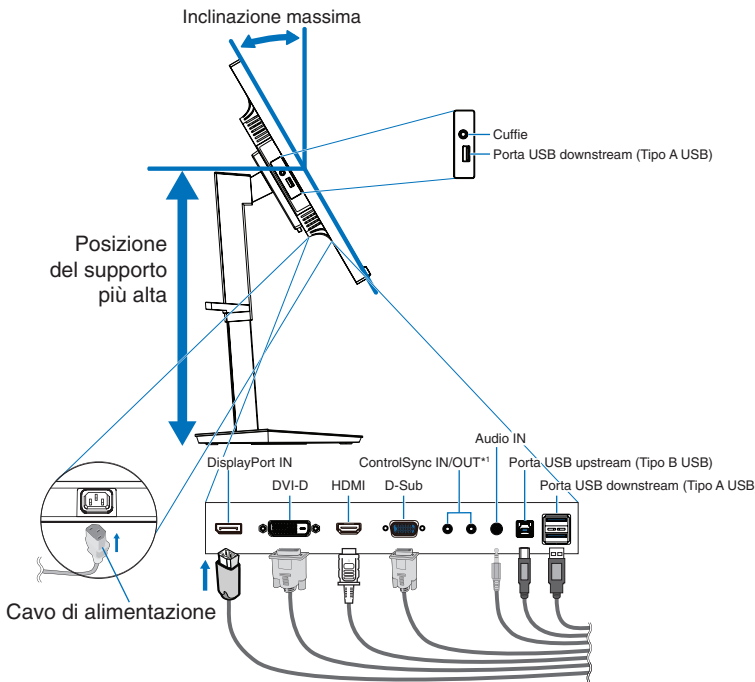
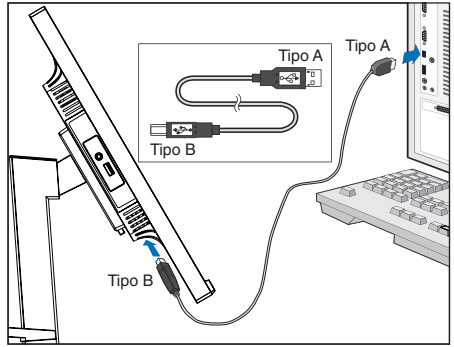

Figura C.1
Figura C.1a
4. Collegare tutti i cavi ai connettori appropriati (**Figura C.1**). Utilizzando il cavo USB, collegare il connettore tipo B alla porta upstream USB sul lato posteriore del monitor e il connettore tipo A alla porta downstream sul computer (**Figura C.1a**). Se si utilizza il cavo di un dispositivo USB, inserirlo nella porta downstream del monitor.